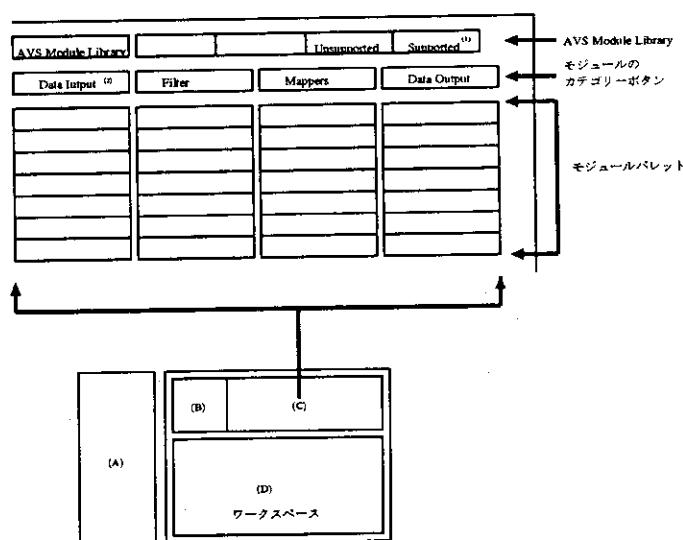

図 1.14 モジュールパレット
スクリーン右側のネットワークコンストラクションウィンドウ上（図1.2）にある、AVS Module Library（図1.14）には、AVSが読み込んだモジュールライブラリ名を表示します。モジュールライブラリは、モジュール名とモジュールのカテゴリーを記述したファイルです。
また、AVS Module Libraryの下のモジュールパレット（図1.14）には、左から順にカテゴリー別にモジュールが並びます。以下にカテゴリーの内容を示します。
A V Sでは、ワークスペース（図1.14の(D)）でモジュールを組み合わせてネットワークを作成します。以下にネットワーク作成手順の概要を示します。
- 1) モジュールのカテゴリーボタンの中の Data Input ボタン（図1.14の(2)）にマウスのカーソルを移動します。
- a) Data Input ボタン（図1.14）の上にカーソルを移動します。マウスの右ボタンをクリックするとモジュールパレットが下へスクロールし、左ボタンをクリックするとモジュールパレットが上へスクロールします。この操作により、read field モジュールを検索します。